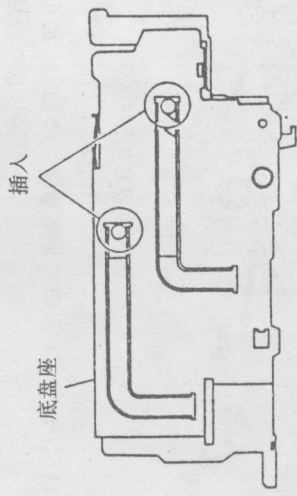

图59
- 请检查盒带座的两个凸起部是否有凸插在底座左边的槽沟中(参见图59);